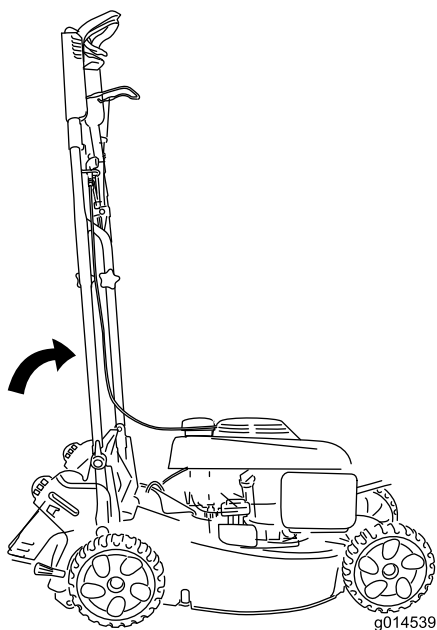

Bild 29
- Um die Maschine platzsparend aufzubewahren, lassen Sie den Bügel in senkrechter Position (Bild 29) und verriegeln Sie die Bügelarretierungen.